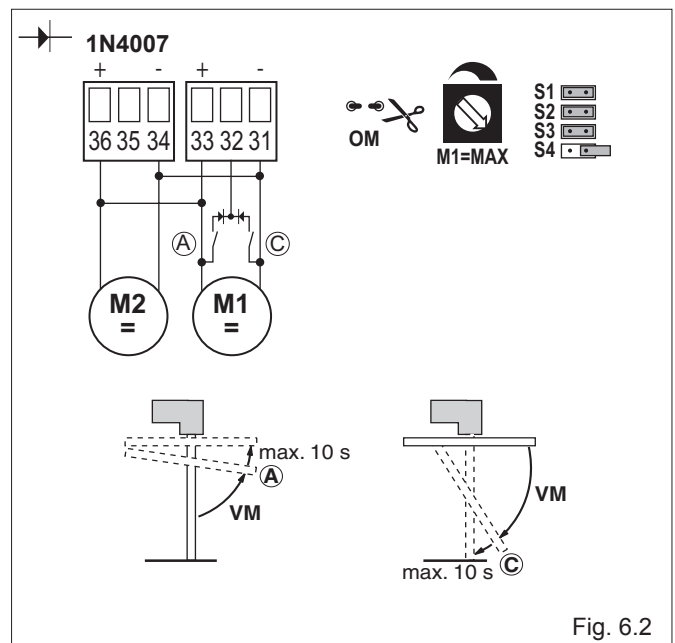

Fig. 6.2
**(Abb. 6.2) Verwendung mit Abbrems-Endschalter**